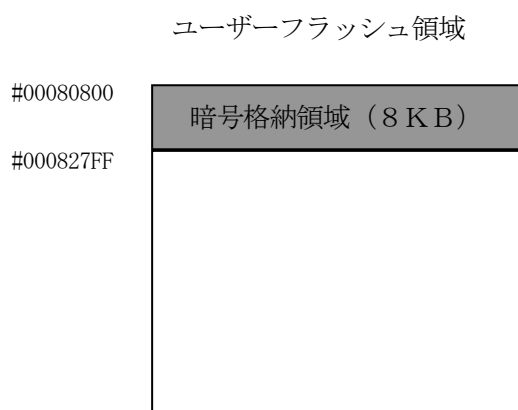

図1
- ・暗号をユーザーフラッシュの特定領域内に配置する事ができます（図1参照）。